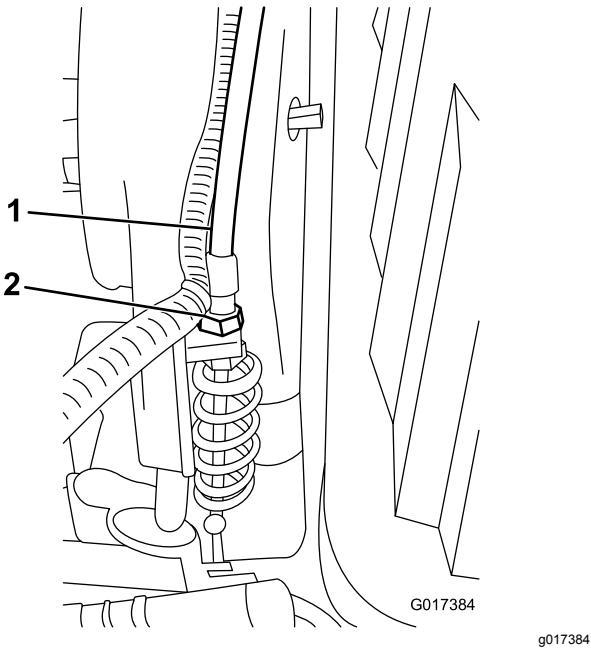

図 51
3. トランスミッションのバルクヘッド部で、リールコントロールのケーブル図 51を調整するスプリングの長さが 70.6-72.4 mm になるように調整する。